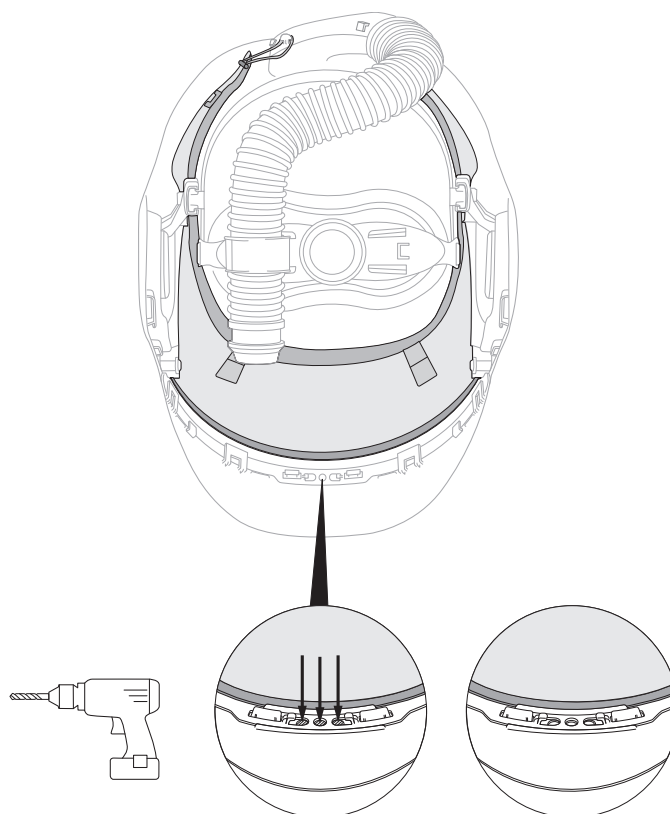

Fig. 31a
- i. Il faut percer trois petits trous de 5 mm (3/16 po) dans le protecteur rigide pour le cou ou dans le plastique du protecteur pour le cou en tissu ou en cuir pour installer la lampe de travail. En mettant le protecteur pour le cou en place, placer le masque de soudeur sur une surface stable (adéquate pour le perçage sur cette surface) et percer les trois trous. De façon alternative, il faut faire trois petites marques, retirer le protecteur pour le cou, percer les trous et replacer le protecteur pour le cou (Fig. 31a).